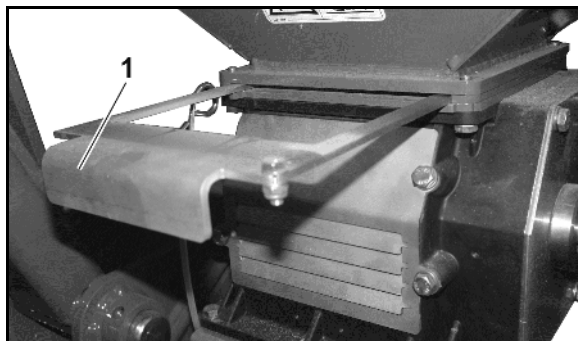

Рис. 107
2. Выньте заслонку (Рис. 107/1) и, таким образом, закройте отверстие бункера для посевного материала (см. на стр. 98).